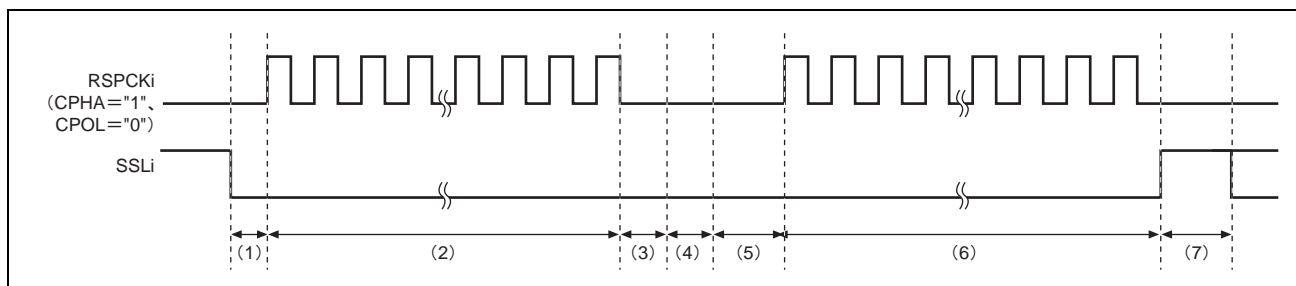

図 24.20 SSLKP ビットを利用したバースト転送動作の例
図 24.20 に、SPiCMD0 レジスタと SPiCMD1 レジスタの設定を使用してバースト転送を実現した場合の SSLi 信号動作例を示します。図 24.20 に記載した (1) ~ (7) の RSPIi 動作内容について、以下に説明します。なお、SSLi 出力信号の極性は、RSPIi スレーブセレクト極性レジスタ (SPiSSLP) の設定値に依存します。
SSLKP ビットに"1"を設定した SPiCMD レジスタでの SSLi 信号出力設定と、次転送で使用する SPiCMD レジスタでの SSLi 信号出力設定が異なる場合、RSPIi は次転送のコマンドに対応した SSLi 信号のアサート時(図 24.20 の (5))に SSLi 信号状態を切り替えます。このような SSLi 信号の切り替えが発生した場合、MISOi をドライブするスレーブが競合して信号レベルの衝突が発生する可能性があるので注意してください。